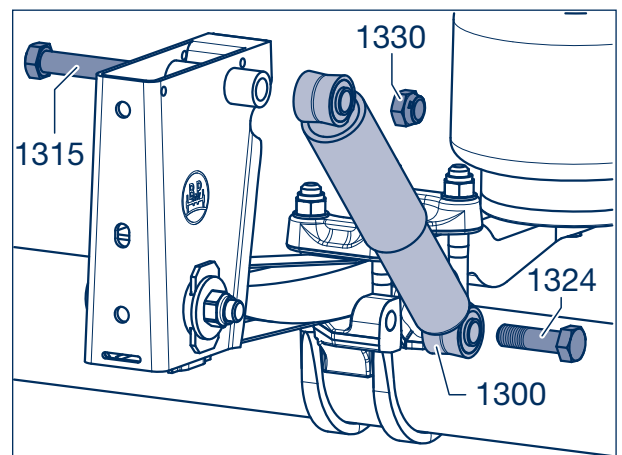

Figure 2
- [5] Pousser l'amortisseur (1300) sur le(s) boulon(s) fileté(s) ou la/les vis de fixation, ou, en cas d'essieux ronds avec suspension pneumatique ALII, fixer l'amortisseur au patin de fixation à l'aide d'une vis de fixation (1324) (figure 2).